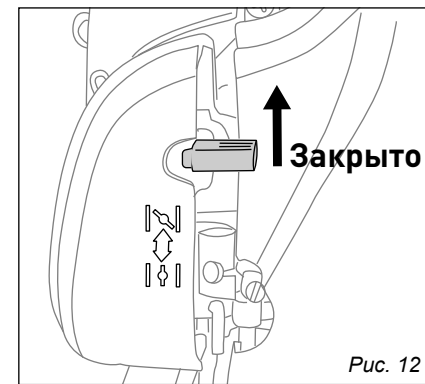

Рис. 12
2. Переведите рычаг воздушной заслонки в положение закрыто (рис. 12).